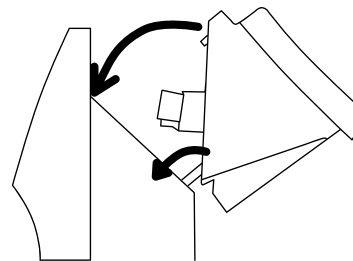

Рис. 4
2. Вставьте разъем электроподключения («папа») на блоке управления в соответствующий разъем («мама») на конвекторе. Обратите внимание, что он может быть вставлен только в одном положении, когда специальная защелка находится справа. Убедитесь, что соединение надежное и разъем блока управления полностью закреплен в конвекторе. Если разъем вставлен до конца, то должен раздаться щелчок (рис. 4).